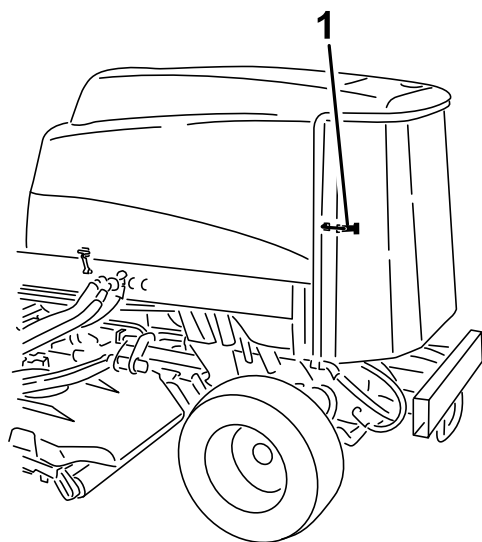

Figura 72
1. Sbloccate la griglia posteriore ed apritela (Figura 72).